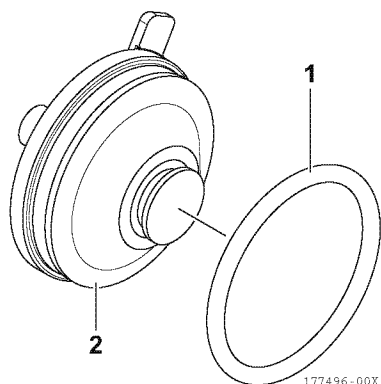

Abbildung 16
7. Den O-Ring (1, **Abbildung 16**) vom Deckel (2, **Abbildung 16**) abnehmen.